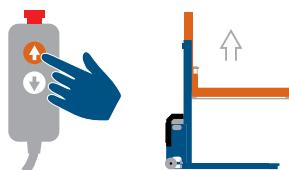

Figura 20 Premere il pulsante del dispositivo di controllo per sollevare il contenitore di carico.
- Premere il pulsante del dispositivo di controllo per sollevare il contenitore di carico. Rilasciare il pulsante quando il contenitore di carico si trova nella posizione più alta o dopo circa 10 secondi se il contenitore di carico non viene sollevato. Se il contenitore non si solleva, è possibile che la pompa idraulica stia girando nella direzione errata; in tal caso modificare le fasi elettriche di collegamento (vedere la figura 20) e riprovare a sollevare il contenitore.